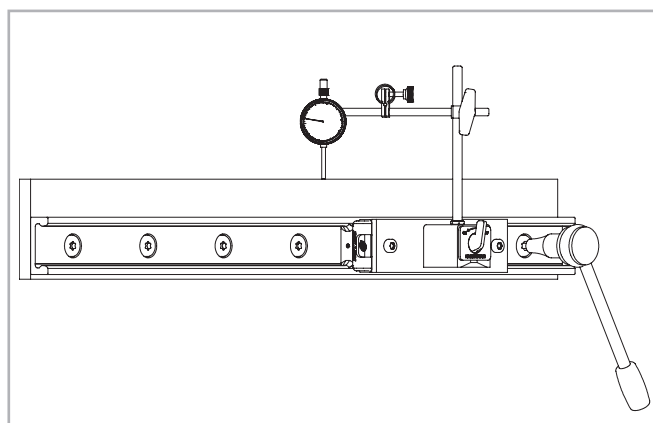

Рис. 69
(3) Далее переместить каретку в один из концов направляющей и выставить конец направляющей по положению таким образом, чтобы прибор точно показывал "0";
(4) Затянуть ближайšie к каретке винты (рис. 69), и далее последовательно перемещать каретку вместе с прибором по направлению к середине направляющей от одного промежутка между винтами к другому, каждый раз контролируя показания прибора и затягивая ближайšie к каретке винты. Ни на одном из промежутков между винтами прибор не должен показывать никаких сколь-либо значимых отклонений от "0"! Затянув все винты между этим концом и серединой направляющей, переместить каретку на другой конец направляющей и повторить процедуру.